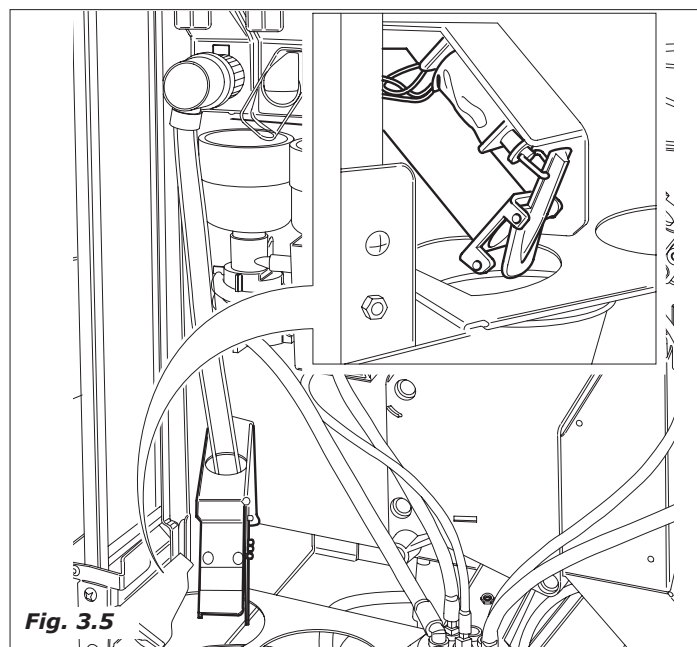

Fig. 3.5
- 2 activa-se o eletromagnete que permite a descarga do açúcar do flange à guia que o leva no copinho (Fig.3.5).